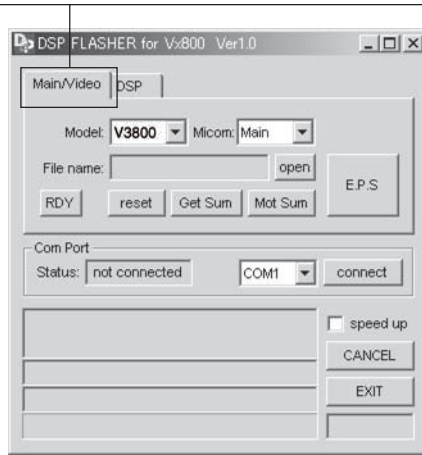

Fig. 4
2. 「Main/Video」を選択します。(Fig. 4)